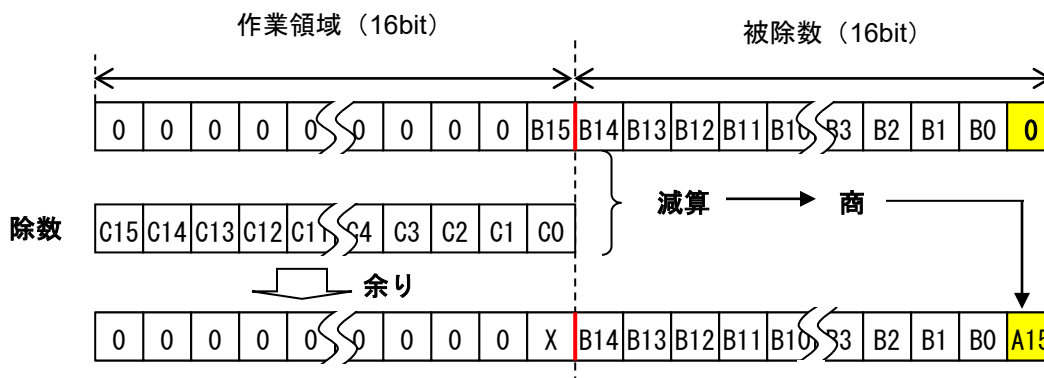

図 3.4 減算の実行
- ③ 作業領域から除数を引けるかどうかを確認し、引ければその回の商は 1 になり、引けなければ 0 になります。この商は被除数（領域）の LSB に格納します。引けた場合の余りは作業領域に格納されます（図 3.4 参照）。
このような計算を行う場合に注意する必要があるのが、商の桁位置（ビット位置）です。減算そのものがビットをシフトしながら引いていくので、商には 1 回の減算ごとに 1 ビットシフトしながら毎回の結果を付け加えていくことになります。図 3.4 の場合を考えると、その結果の 1 ビット（商のビット）には 2 の 15 乗の重み（桁）があります。②と③がセットで 1 ビット分の減算が完了します。